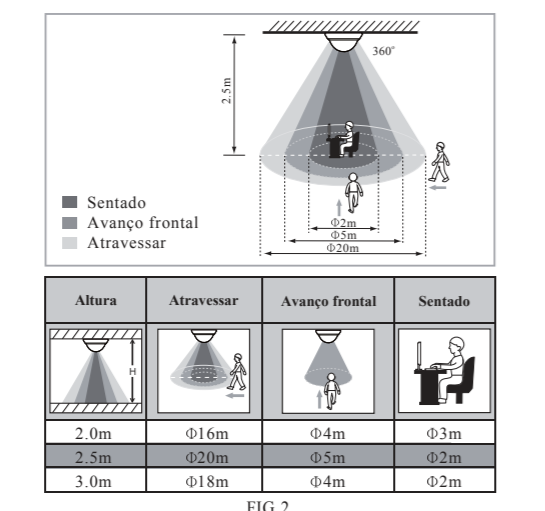

FIG.2
3.1.1 Pode ser instalado a uma altura de 2 a 3 m, recomenda-se instalá-lo a uma altura de 2,5 m para conseguir o melhor padrão de deteção possível, o intervalo de deteção pode atingir um diâmetro de 20 m abrangendo um ângulo de deteção de 360° (consulte a FIG.2).